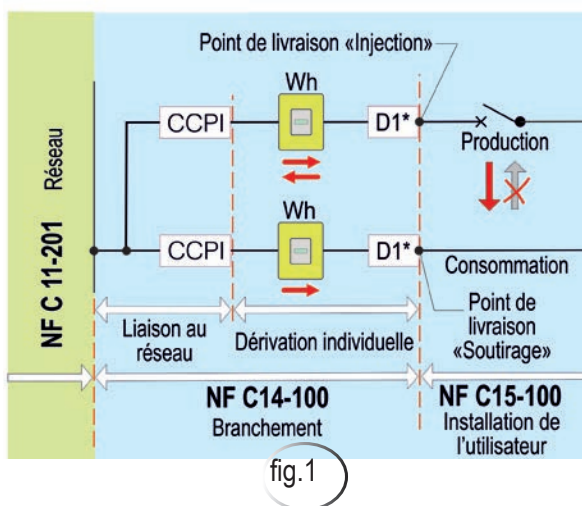

fig.1
- 1. Avec contrat de vente de la totalité de la production (fig. 1)